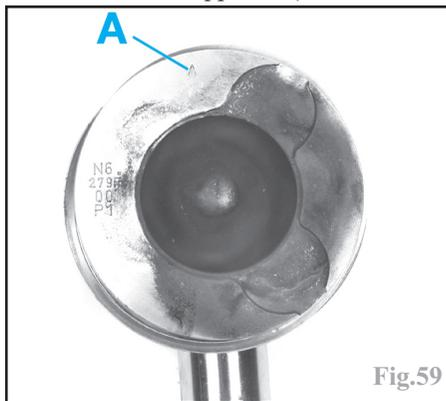

Fig.59
Mettre en place chaque ensemble bielle-piston huilé et apparié dans le bloc-cylindres à l'aide d'un collier à segments (ensemble n°1 côté volant moteur) et orienter la flèche (A) coté distribution (Fig.59) (les empreintes des soupapes se trouvent côté échappement).